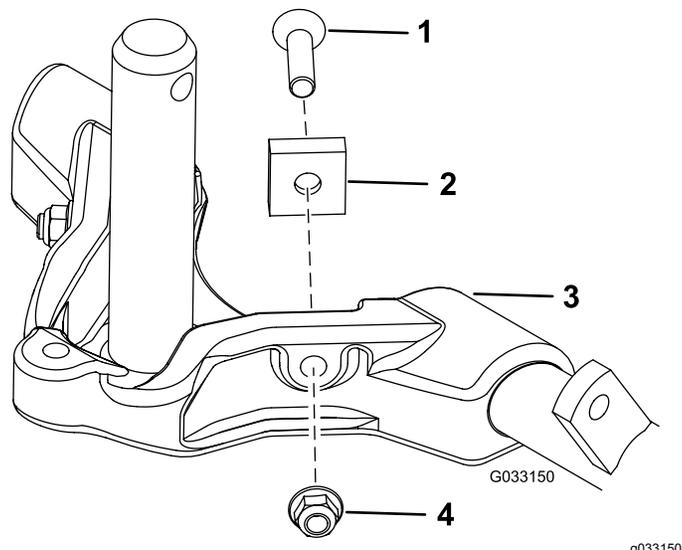

**Рисунок 14**
**Внимание:** На режущих блоках № 4 (левом переднем) и № 5 (правом переднем) прикрепите направляющие шлангов к передней части выступов режущих блоков с помощью крепежных гаек кронштейна штока. Направляющие шлангов должны быть наклонены в сторону центрального режущего блока (Рисунок 12 – Рисунок 14).